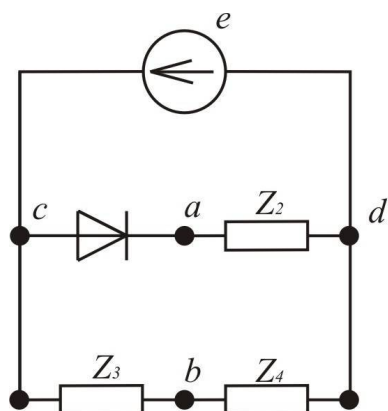
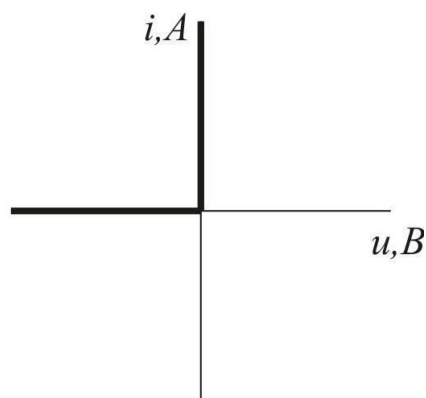

Рис. 5.1
Рис. 5.2
5. В три плеча мостовой схемы рис. 5.1 включены линейные сопротивления Z_1, Z_2, Z_3 , а в одно плечо – идеальный диод с характеристикой, изображенной на рис. 5.2. К зажимам c и d схемы присоединен источник синусоидальной ЭДС $e=100 \sin \omega t$.